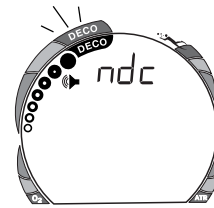

Fig. 36 - Einstellung TLBG Alarm
- Die Anzeigen **ndc** und das Lautsprechersymbol erscheinen, die volle Balkenanzeige blinkt (Abb. 36).